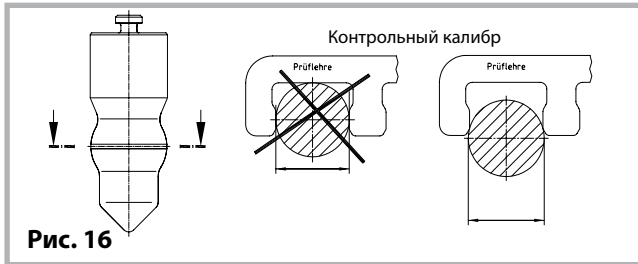

Рис. 16
- Диаметр выпуклой части шкворня не должен быть меньше **55 мм**. Если он меньше, то шкворень подлежит замене (см. рис. 16). Комплект контрольных калибров (ROE 71354)